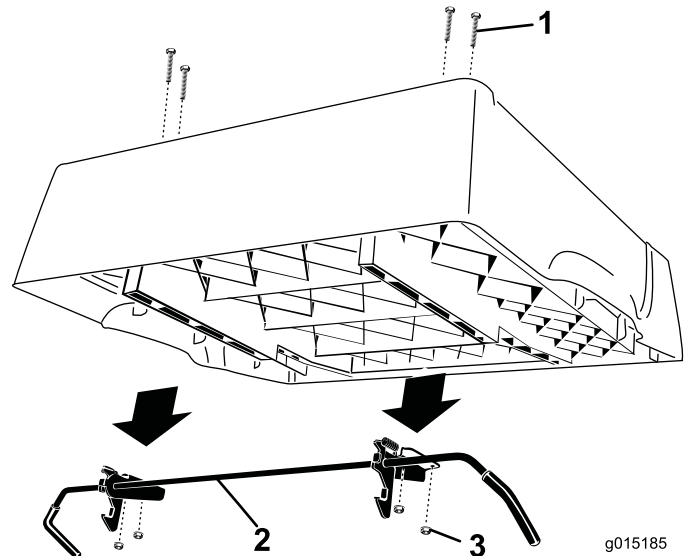

Bild 2
4. Entfernen Sie die vier Bundmutter, mit denen die Riegelstangenhalterungen an der Unterseite der Pritsche befestigt sind (Bild 2). Entfernen und bewahren Sie die Stange und Riegel auf. Lassen Sie die Schlossschrauben in den Löchern und befestigen Sie sie mit den Bundmutter an der Pritsche.